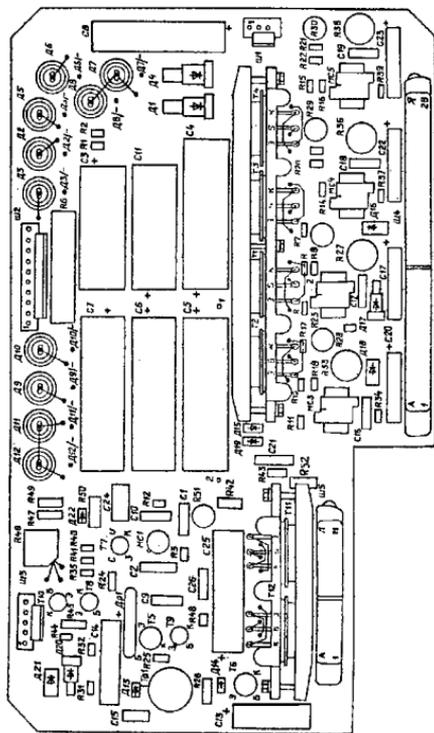

Рис. 3
- Рис.3. Блок питания (VI). Плата П3.